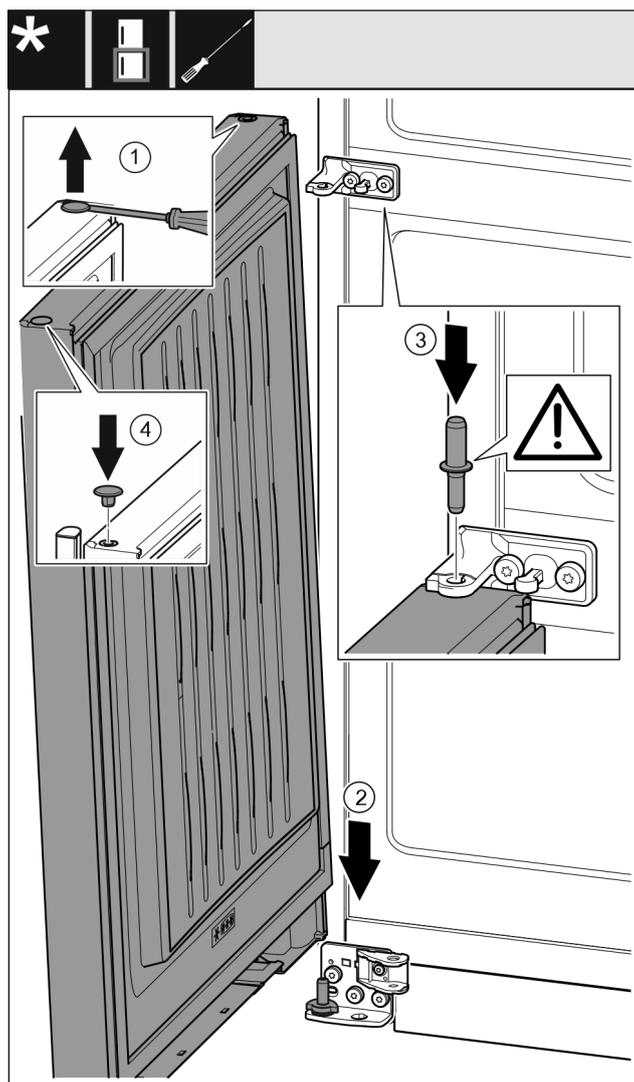

Fig. 39
- ▶ Levante cuidadosamente el tapón con un destornillador para tornillos de cabeza ranurada y extráigalo. Fig. 39 (1)
- ▶ Coloque la puerta desde arriba sobre el perno de cojinete inferior. Fig. 39 (2)
- ▶ Inserte en la puerta inferior el perno de cojinete intermedio a través del soporte de cojinete intermedio. Preste atención a que el saliente de retención esté orientado hacia atrás. Fig. 39 (3)
- ▶ Vuelva a colocar el tapón en el otro lado de la puerta. Fig. 39 (4)